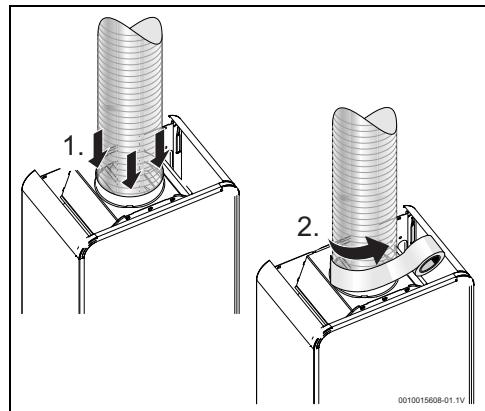

Fig. 11
- être insérée à l'intérieur de la bague de la cheminée (→dimension de la bague dans le Tabl. 4), sans espace libre, et reposer sur les raccords. En présence d'un espace libre, le raccordement doit être étanchéifié à l'aide du matériau adapté (Fig. 11),